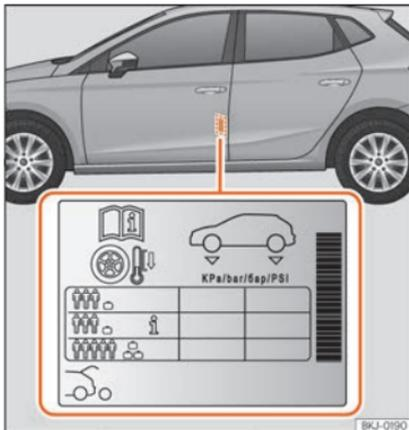

Fig. 193 Localização do autocolante da pressão de ar dos pneus.
- Adapte a pressão dos pneus à carga transportada pelo veículo »» **Fig. 193**.
Os valores da pressão de enchimento indicam-se na etiqueta autocolante situada na zona posterior da moldura da porta dianteira esquerda »» **Fig. 193**.
Dependendo do veículo, pode adaptar-se a pressão de ar dos pneus para meia carga para aumentar o conforto de condução [pressão de ar dos pneus **i**] »» **Fig. 193**. Quando se circula com a pressão de ar de conforto, o consumo de combustível pode aumentar ligeiramente.
A pressão dos pneus tem de ser ajustada à carga momentânea do veículo. Se pretender utilizar o veículo com a carga máxima, terá de aumentar a pressão dos pneus para o valor máximo indicado na etiqueta »» **Fig. 193**.
No caso de uma roda de emergência mais estreita [125/70 R16 o 125/70 R18], encher a 4,2 bar de pressão segundo indicado na etiqueta de pressão dos pneus »» **Fig. 193**.
- O condutor é responsável por garantir que todos os pneus do veículo estejam cheios com a pressão correta. A pressão de ar recomendada está indicada num autocolante » Fig. 193.
- Com os pneus a frio, deve manter-se sempre a pressão indicada no autocolante » Fig. 193.